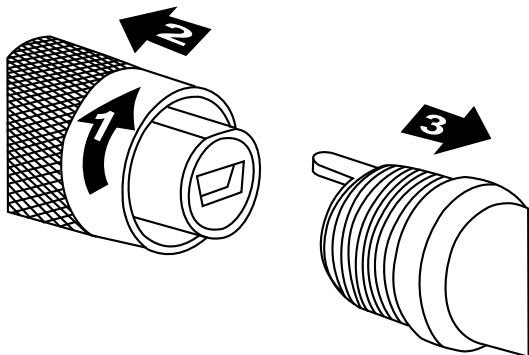

Figura 5
1. Gire o conector do cabo no sentido horário até que o conector do instrumento e o cabo da câmera estejam desconectados corretamente, conforme [1] na figura 5.
2. Empurre o conector do cabo do instrumento até que ele trave, conforme [2] na figura 5.
3. Cuidadosamente empurre a chave do cabo da câmera no conector do instrumento conforme [3] na figura 5.